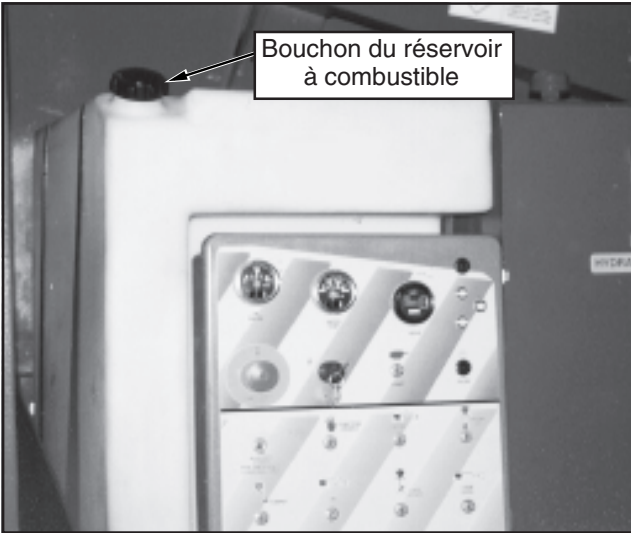

Figure 11 : Réservoir à carburant
- Ouvrir le carter du revolver gauche, puis le bouchon du tube de remplissage (voir figure 11).